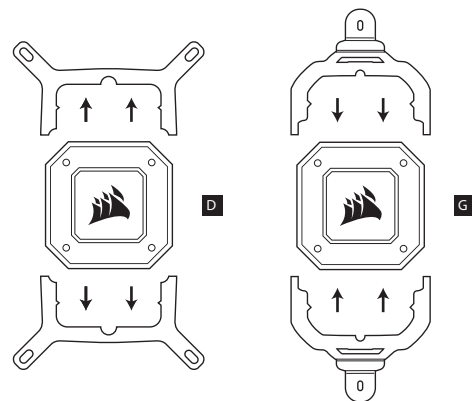

Рисунок 1 / 1-сурет
- RU** > Отсоедините встроенный монтажный кронштейн Intel (рис. 1).